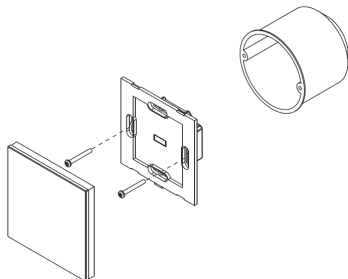

Рис.4. Установка панели управления в монтажную коробку.
- 3.6. Установите корпус панели в монтажную коробку и закрепите его при помощи двух винтов (Рис.4).